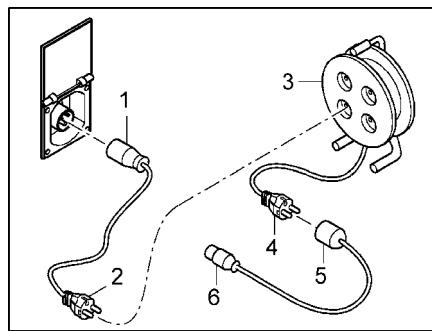

Bild 91 Anschlussmöglichkeiten 230-V-Anschluss
- Adapterkabel: CEE 17 Anschlusskupplung mit Schutzkontakt (Bild 91,1) – Stecker mit Schutzkontakt (Bild 91,2)
- Kabeltrommel: Steckdose mit Schutzkontakt (Bild 91,3) – Stecker mit Schutzkontakt (Bild 91,4)
- Adapterkabel: Anschlusskupplung mit Schutzkontakt (Bild 91,5) – CEE 17 Stecker mit Schutzkontakt (Bild 91,6)